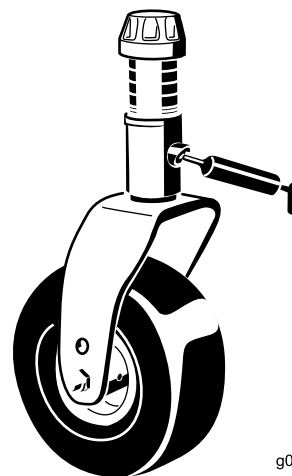

Figure 37
- 2 bagues d'axe de chape de roue pivotante (Figure 37)